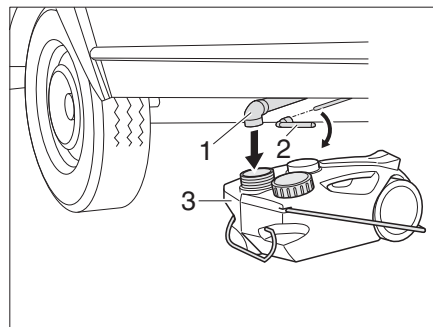

Fig. 148 Depósito de aguas residuales bajo el piso
Vaciado: ■ Colocar el depósito de aguas residuales con ruedas (Fig. 148,3) debajo de la tubería de aguas residuales (Fig. 148,1).
■ Insertar la llave de vaso (Fig. 148,2) en el cuadrado.